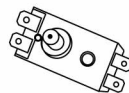

Рис. 11.2
- для вертикальных водонагревателей серии FS3: открутить гайку крепления термовыключателя, закрепленного на фланце ТЭНа, перевернуть термовыключатель и нажать до щелчка кнопку, расположенную по центру термовыключателя; рис.11.2;